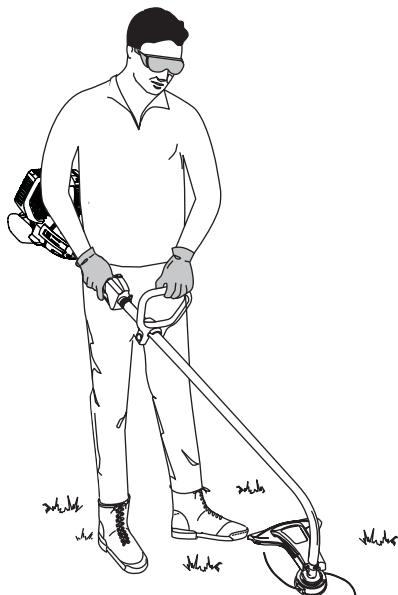

Fig. 13
- Tenez l'appareil en position d'utilisation (Fig. 13), puis positionnez la poignée en D de manière à assurer une prise idéale.
Avant de faire marcher l'appareil, tenez-vous en position de fonctionnement (Fig. 13). Vérifiez les points suivants: